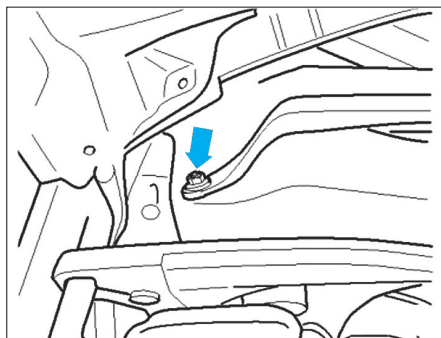

Fig. 42
- Si le véhicule est équipé de gicleur chauffant, débrancher le connecteur (4).
- De chaque côté, déposer les écrous de fixation (Fig.42).